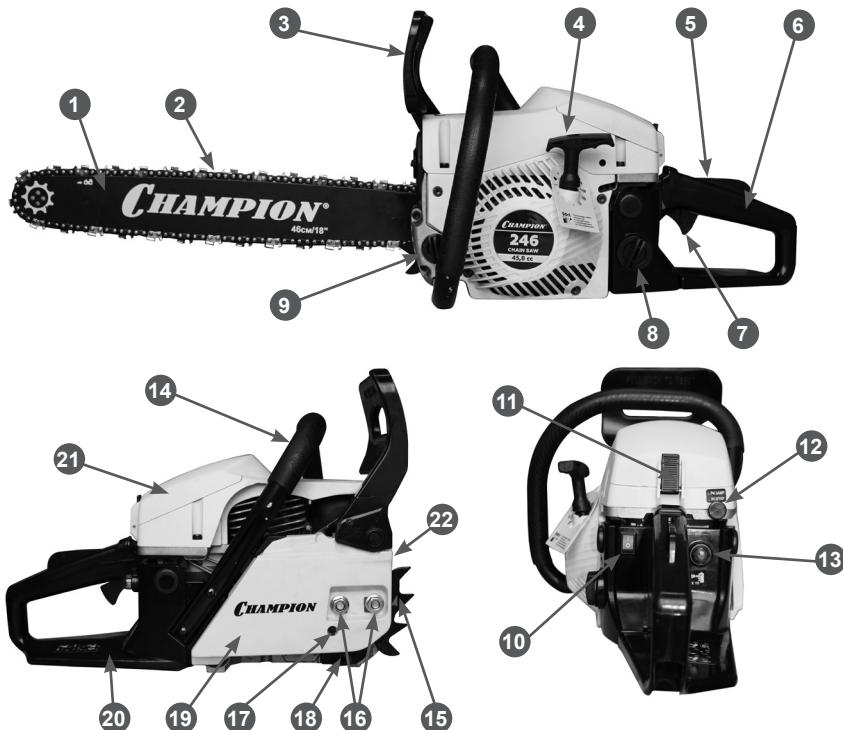

Рис. 1 Основные узлы и органы управления
- Установите зубчатый упор 15 (Рис. 1) при помощи 2 винтов крепления.